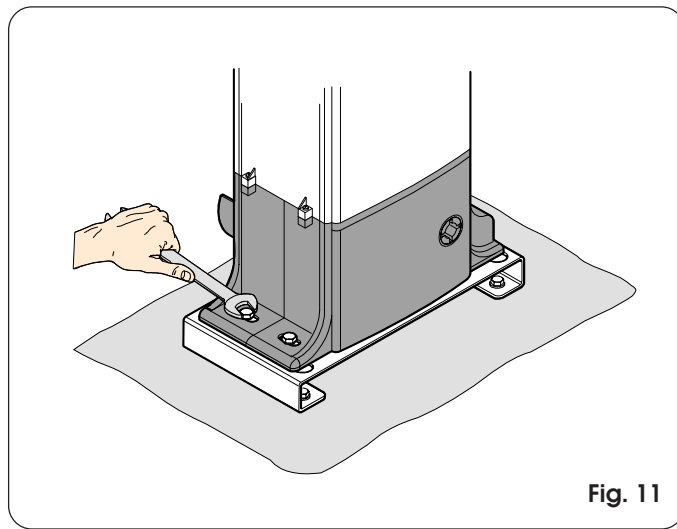

Fig. 11
- Fixer provisoirement l'opérateur en serrant légèrement les vis d'après la Fig. 11.